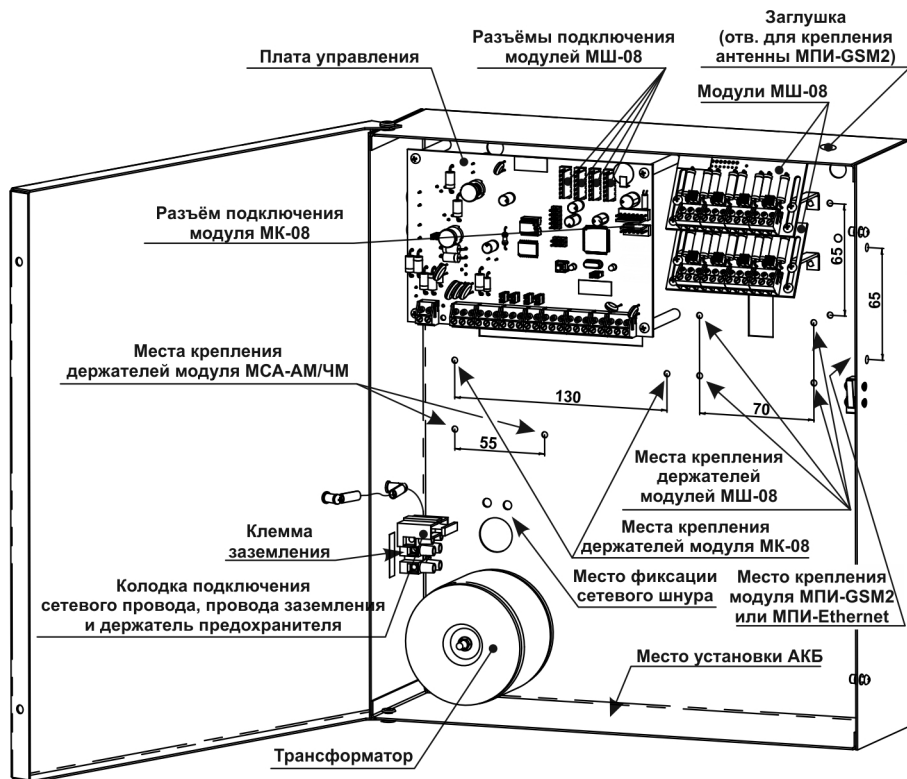

Рисунок 8 – Вид прибора ПКП-128 с открытой крышкой
Примечание – Место установки модуля МШ-08 – см. Рисунок 8. Установку других модулей производить по аналогии с установленными модулями МШ-08.
- Вставьте разъём шлейфа в соответствующий разъём на плате управления прибора (см. Рисунок 2 и Рисунок 8).
Модуль МК-08 устанавливается аналогично модулю МШ-08 (см. п.п. 7.4.1.1), место установки – см. Рисунок 8. Подключение модуля МК-08 к плате управления - см. п. 5.1, Рисунок 2 и Рисунок 8.
Модуль МСА-АМ/ЧМ устанавливается аналогично модулю МШ-08 на держатели, идущие в комплекте с модулем. Место установки – отверстия с шагом 55 мм (см. Рисунок 8).
Модуль МПИ-GSM2 устанавливается на внутреннюю боковую поверхность корпуса прибора (отверстия с шагом 65 мм - см. Рисунок 8). Для крепления используются две стойки из комплекта ЗИП модуля и четыре винта. Стойки сначала прикрепляются к плате модуля (используются два крепёжных отверстия по стороне установки SIM-карты), а затем вся собранная конструкция крепится на корпусе прибора. Антенный разъём модуля крепится на верхней стенке корпуса прибора (предварительно нужно удалить заглушку, закрывающую соответствующее отверстие).
Модуль МПИ-Ethernet устанавливается на внутреннюю боковую поверхность корпуса прибора (отверстия с шагом 65 мм - см. Рисунок 8). Для крепления используются две стойки из комплекта ЗИП модуля и четыре винта. Стойки сначала прикрепляются к плате модуля (используются два крепежных отверстия), а затем вся собранная конструкция крепится на корпусе прибора (разъём Ethernet должен смотреть вниз).